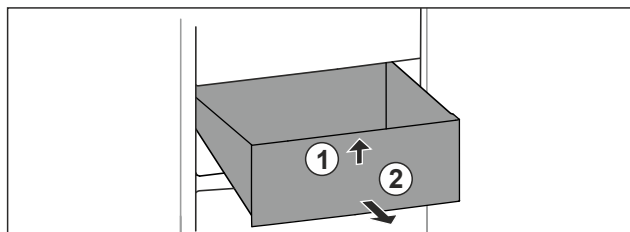

Fig. 101
- Lade aan de voorkant optillen. Fig. 101 (1)
- Lade naar voren toe verwijderen. Fig. 101 (2)